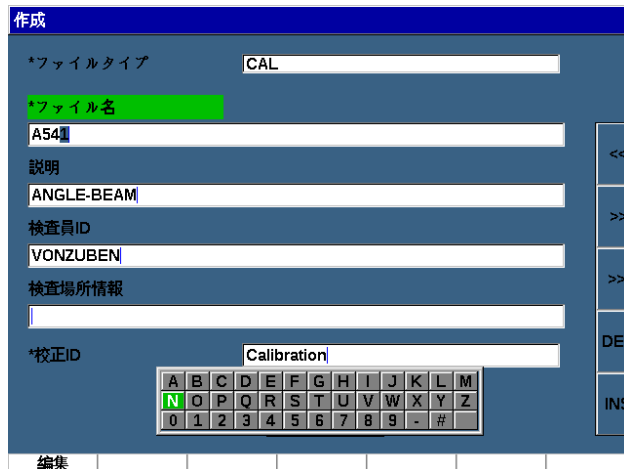

図 3-19 仮想キーパッドのある作成画面
2. **作成**パラメータを選択します (69 ページの図 3-19 参照)。
5. **編集**パラメータを選択し仮想キーパッドを表示します (69 ページの図 3-19 参照)。